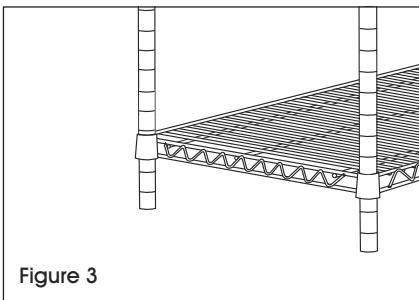

Figure 3
3. Placez l'unité à la verticale. Tapotez délicatement la tablette vers le bas pour la fixer. (Voir Figure 3)